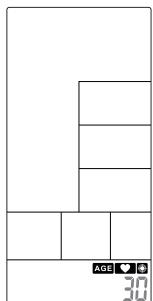

Figure 45
- ① Drücken Sie im Standby-Modus die Herzfrequenz-Zielaste, die aufleuchtet und 1 Sekunde lang einen Ton von sich gibt.
- ② Der Wert Alter blinkt, drücken Sie AUF und AB, um Ihr Alter einzustellen (Abbildung 45). Drücken Sie ENTER, um den Wert zu bestätigen, während der Summer 1 Sekunde lang ertönt und die Herzfrequenz zuletzt aufleuchtet.
- ① In Standby mode, press Target Heart-Rate key and will light up, along with a long sound for 1s.
- ② AGE value is flashing, press UP and DOWN to preset your Age (Figure 45). Press ENTER to confirm along with a buzzer beeps 1s and the HEART RATE last lighting up.